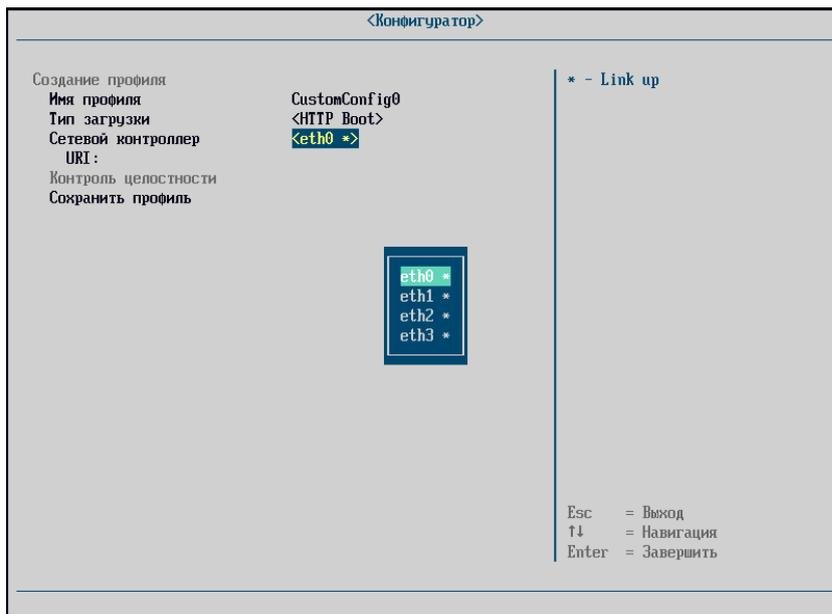

Рисунок 21 – Настройка HTTP Boot. Выбор сетевых контроллеров
5) выбрать сетевой контроллер, с помощью которого будет выполняться загрузка. Символом «\*» отмечены устройства, к которым подключён сетевой кабель (см. рисунок 21);